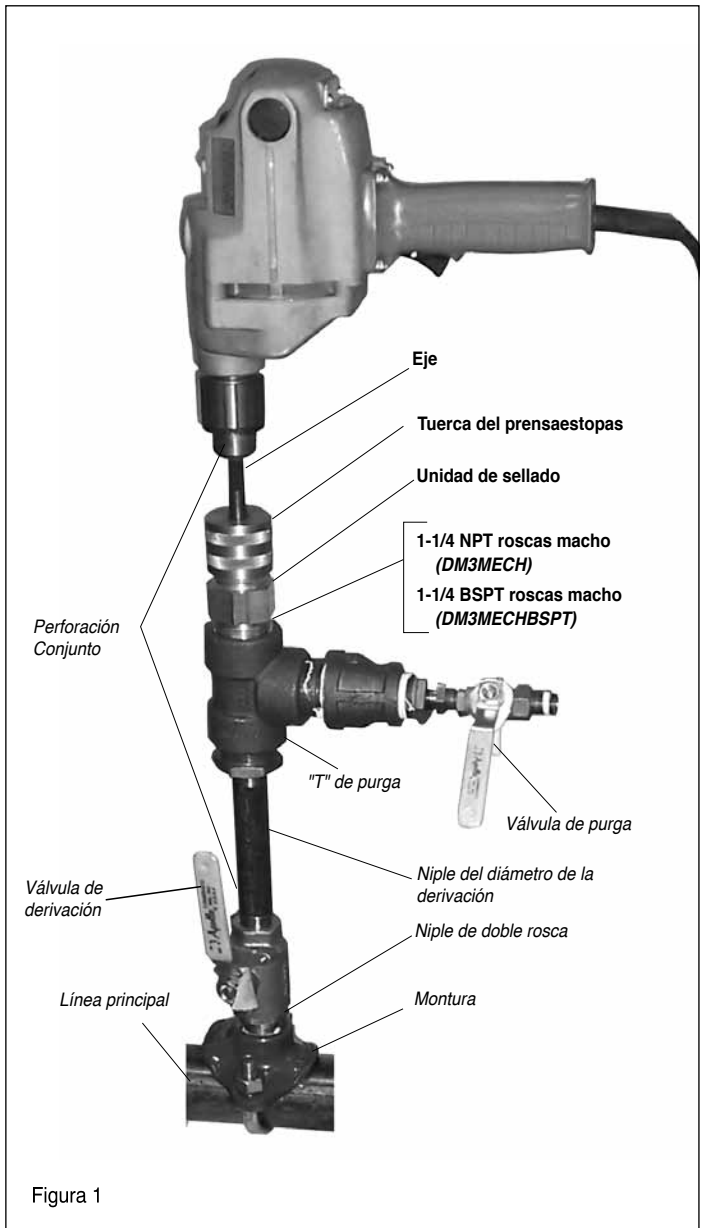

Figura 1
5. "T" de 1 1/4" NPT del diám. de la derivación o "T" de 1 1/4" BSPT y bujes de reducción adecuados. (Etiquetado como "T" de purga, Figura 1.)
6. Válvula o salida de manguera y niples de tubería y bujes de reducción adecuados. (Etiquetado como Válvula de purga, Figura 1.)
11. Conecte el conjunto de perforación a la válvula de compuerta. Vea la Figura 1 para más detalles.